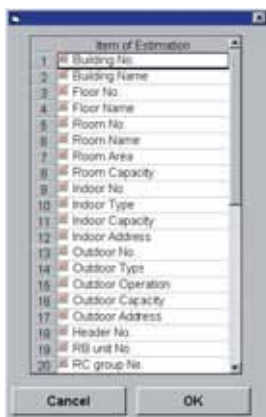

Рис. 7.1.8
8 Нажать "Перечень" (Item List) (8). Пользователь может выбирать элементы из списка (рис. 7.1.8). Рядом с требуемыми элементами ставятся флажки. После сохранения данных внесенные изменения будут отражены в окне (5).